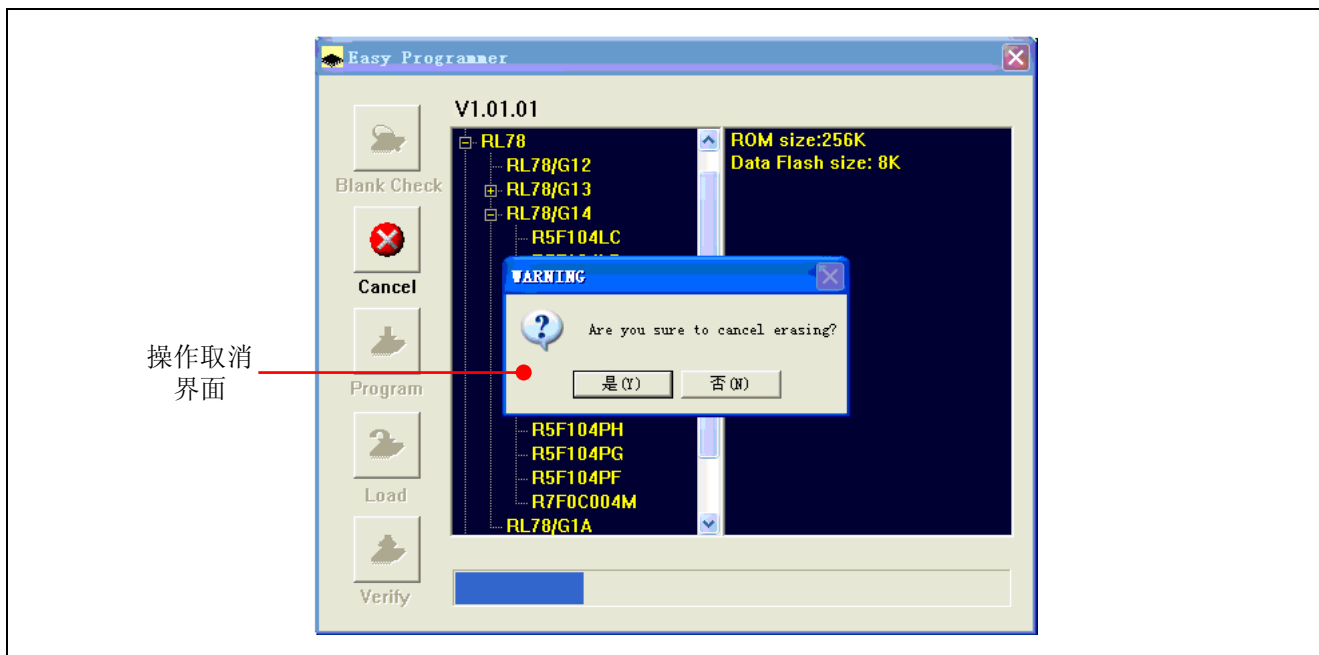

图 2.16 擦除操作取消界面
3) 在擦除过程中，如果想取消擦除操作，点击“Cancel”按钮，将显示如图 2.16 所示的消息界面。